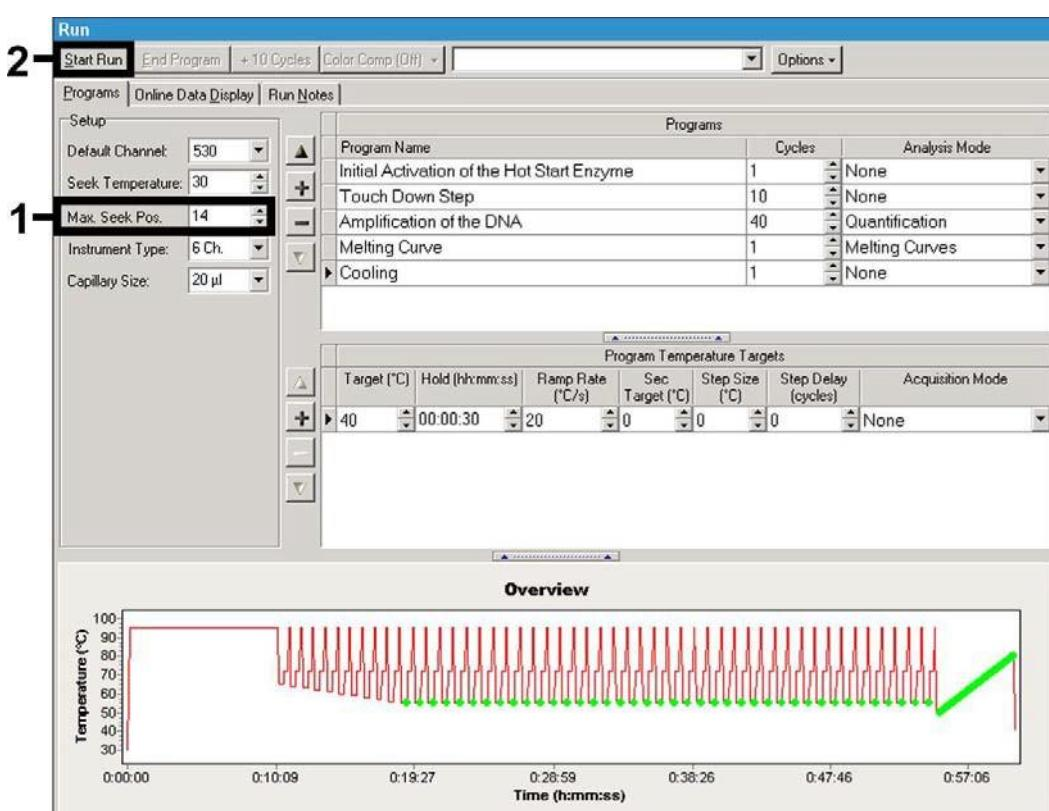

Fig. 8: Início do ensaio da PCR.
Certifique-se que antes seja introduzido o número de capilares preparados para este ensaio de PCR (Max. Seek Pos., ver Fig. 8).
- Para iniciar o ensaio de PCR, mude para o ítem Run e active a função Start Run (ver Fig. 8). O programa da PCR é iniciado após a introdução do local destinado para salvar os dados.